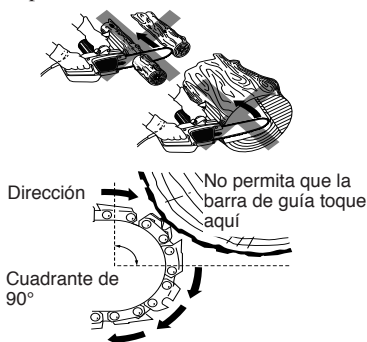

Figura 1 - Ejemplo del peligro de contragolpe: No permita que el extremo de la barra de guía toque el objeto mientras la cadena está en movimiento
- No permita que el extremo de la barra de guía toque nada mientras la cadena se halle en movimiento (vea la Figura 1).